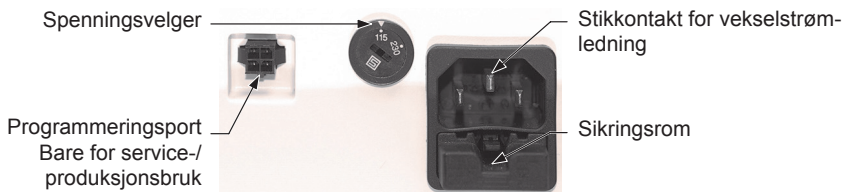

Fig. 2 - Baksiden av enheten
1. Pakk ut konsollen og kontroller at spenningsvelgeren er stilt inn på riktig spenning. Bruk 115 V-posisjonen for 110-120 V 60 Hz-spenninger, og 230 V-posisjonen for 220-250 V 50 Hz-spenninger. Koble alltid enheten fra strømmen før du skifter sikring eller justerer spenningsvelgeren. For å endre spenningen bruker du et flatt skrujern og dreier spenningsvelgeren på baksiden av konsollen til riktig spenningsinnstilling. For å endre spenningen bytter du ut sikringen slik at den stemmer med (Se "SPESIFIKASJONER", side 36). Bytt ut med 0,3 A, 230/250 V Slo-Blo-sikring (0,6 A for 115 V). Ved utskifting trykker du på den svarte plastklemmen på sikringen, trekker den ut og erstatter den med den riktige sikringen. Se Fig. 2.